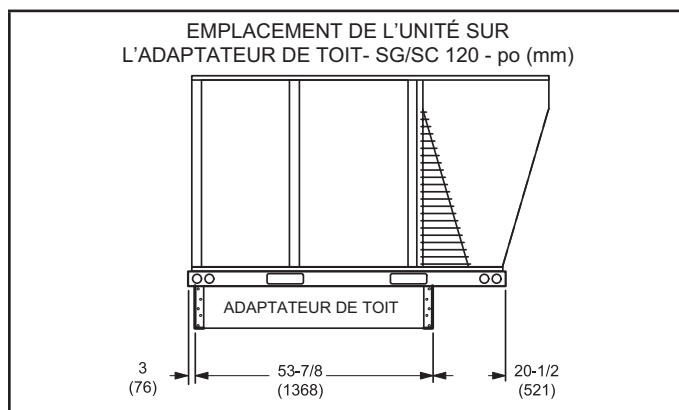

FIGURE 2
- 6 - Les unités 120 dépasseront du châssis de montage sur toit, comme indiqué à la FIGURE 2.